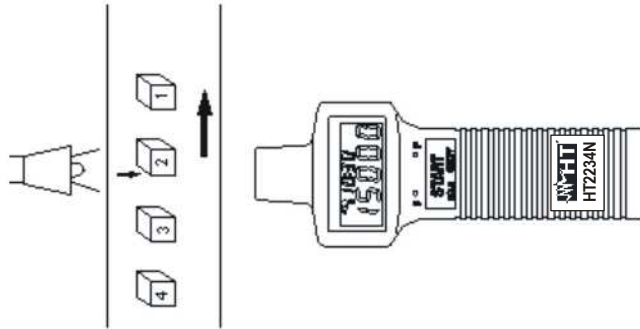

Abb. 5: Ereigniszähler mit externer Lichtquelle
1. Bringen Sie die externe Lichtquelle unmittelbar vor die Empfangseinheit, wie in Abb. 5 gezeigt: